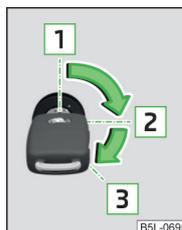

Fig. 105
- Durante la marcha con el motor parado, la llave de contacto ha de estar siempre en la posición **2** » fig. 105 de la página 127 (encendido conectado). Esta posición se indica por el encendido de algunos testigos en el cuadro de instrumentos.
- El motor de arranque sólo se debe accionar estando parados el motor y el vehículo. Si se acciona el motor de arranque con el motor en marcha **3** » fig. 105 de la página 127, puede resultar dañado el motor de arranque o el motor del vehículo.
**Motores de gasolina** » fig. 105
**Motores diésel** » fig. 105
Si la **dirección está bloqueada** y no se puede girar la llave de contacto hasta la posición  » fig. 105 o resulta muy difícil, se debe mover ligeramente el volante hacia los lados para liberar el bloqueo de la dirección.
- Conecte el encendido **2** » fig. 105 de la página 127.
Para el motor girando la llave de contacto a la posición **1** » fig. 105 de la página 127.